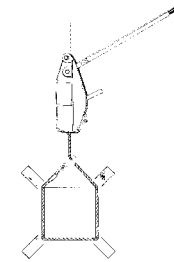

Abb. 7
- Das Seil darf nicht als Anschlagseil (Schlingseil) verwendet werden (s. Abb. 7).